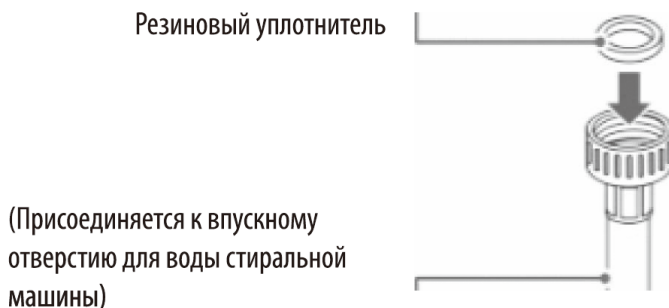

Рисунок 5
- Вставьте резиновый уплотнитель в муфту для соединения труб на каждом шланге, чтобы предотвратить утечку воды. (см. рис. 5)